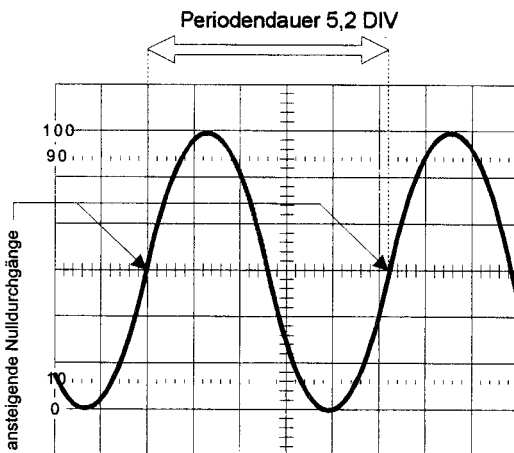

Abbildung 8.4-2
- 6.) Verschieben Sie nun mit dem Einsteller für die horizontalen Position die Kurve so, daß ein ansteigender Nulldurchgang des Signals durch eine vertikale Rasterlinie möglichst nahe dem linken Bildschirmrand führt. In der **Abbildung 8.4-2** beträgt die Strecke zwischen den beiden aufeinanderfolgenden ansteigenden Nulldurchgängen 5,2 Rasterteilungen.